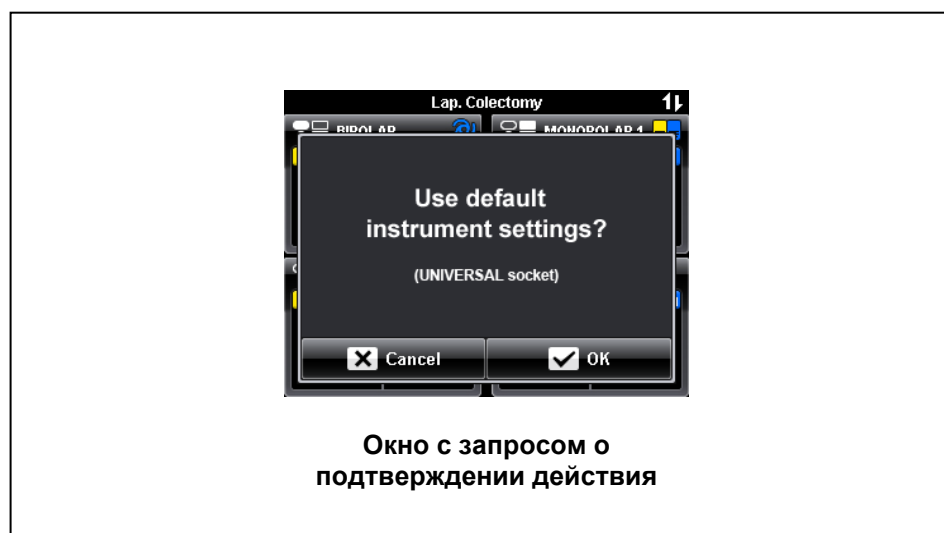

Рис. 5.4
- Если отображаемые на экране текущие настройки режима, уровня мощности и эффекта не выходят за пределы допустимого диапазона подключенного ВЧ-инструмента Olympus, но не являются настройками по умолчанию, появляется окно с запросом о подтверждении действия в соответствии с рис. 5.4. Для использования настроек по умолчанию нажмите кнопку «ОК» – отобразится окно обзора всех параметров – или нажмите кнопку «Cancel», чтобы продолжить работу без изменения текущих настроек, а на экране появится предыдущее открытое окно.